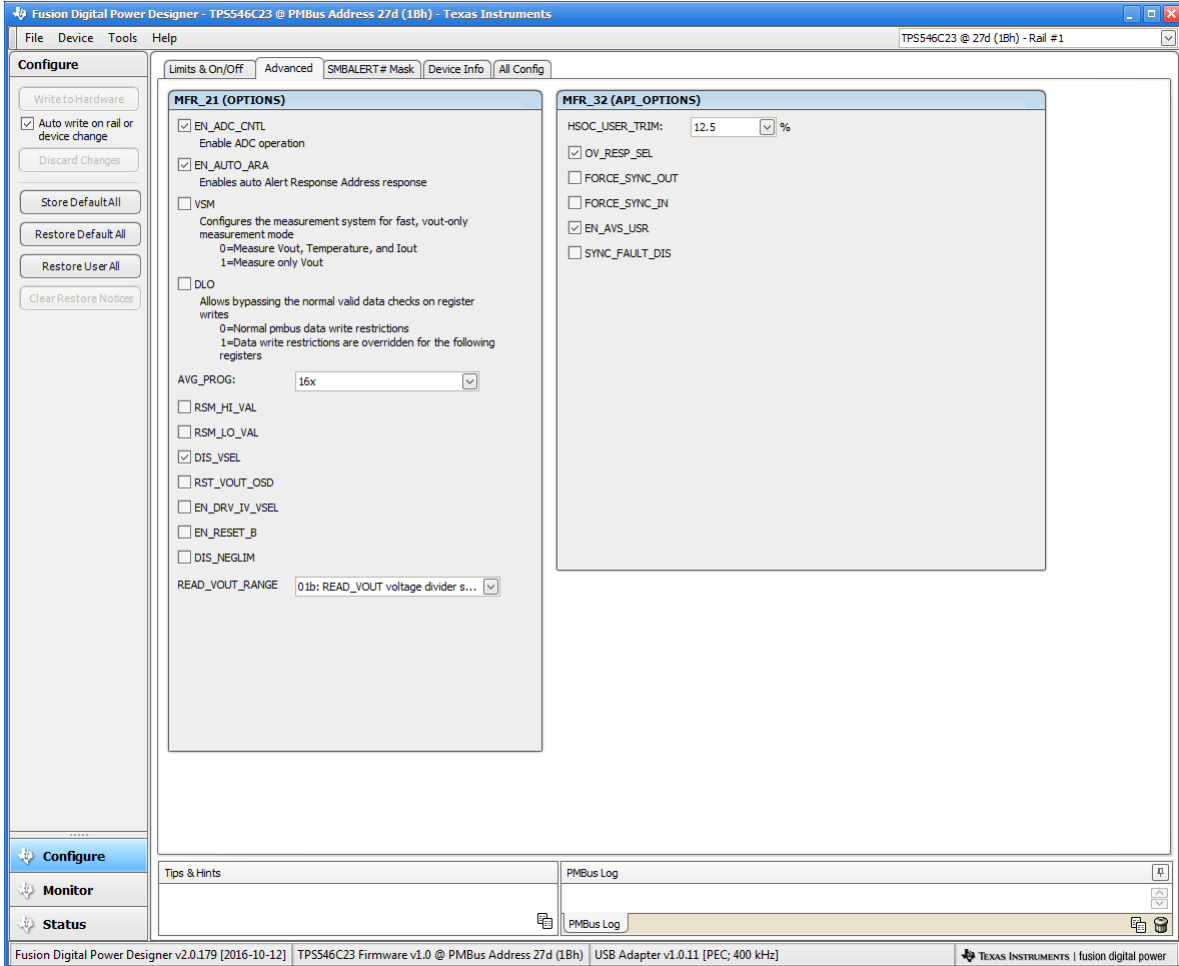

图 10-4. 配置 - Advanced
- 使用 **Advanced** 选项卡 (图 10-4) 配置以下各项：